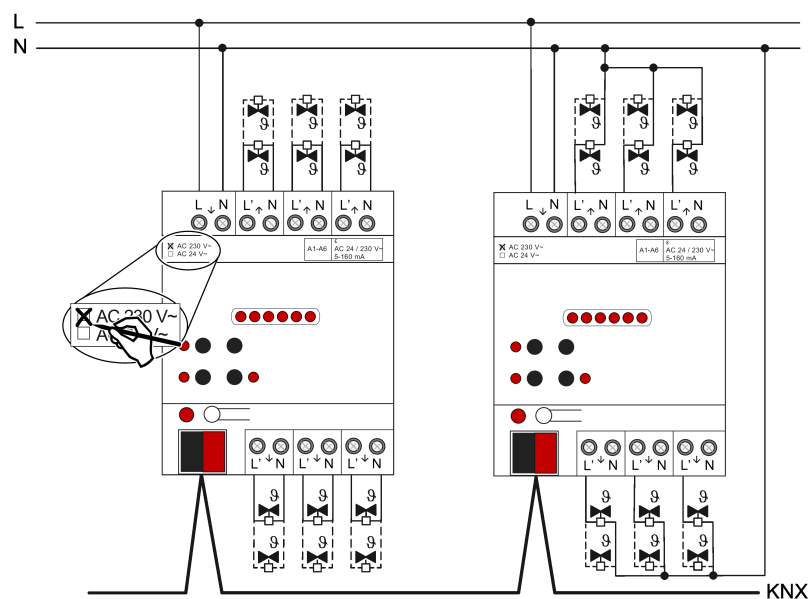

Figura 3: Conexión para actuadores de válvula AC 230 V (ejemplos de conexión)
- Conectar los actuadores de válvula AC 230 V según el plano de conexiones (véase figura 3). Los conductores neutros de los actuadores de válvula se pueden conectar, bien directamente a los terminales N de las salidas del actuador de calefacción (ejemplo de conexión izquierda), o alternatively de forma conjunta a un potencial N adecuado (p.ej. terminal de conductor N en el distribuidor) (ejemplo de conexión derecha). No es absolutamente necesario conectar los conductores neutros de los actuadores de válvula directamente al actuador.